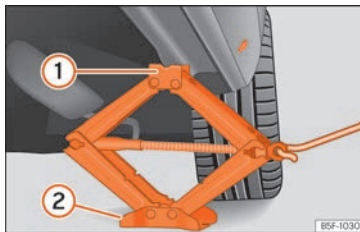

Abb. 41 Längsholm: Wagenheber ansetzen.
- Drehen Sie die Kurbel des unter dem Aufnahmepunkt des Längsträgers befindlichen Wagenhebers*, bis sich die Nase ① »» **Abb. 41** unter der vorgesehenen Einföhrung befindet.
- Richten Sie den Wagenheber* so aus, dass sein Aufnahmehorn ① in die dafür vorgesehene Aufnahme am Längsträger „greift“ und die bewegliche Grundplatte ② plan auf dem Boden aufliegt. Die Bodenplatte ② muss sich dabei senkrecht unter dem Aufnahmepunkt ① befinden.